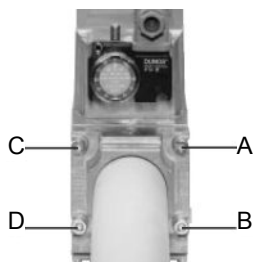

Рис. 7
- 3 Затянуть винты А, В, С и D (Fig. 4 - Fig. 5) соблюдая дистанции монтажа (Fig. 7)